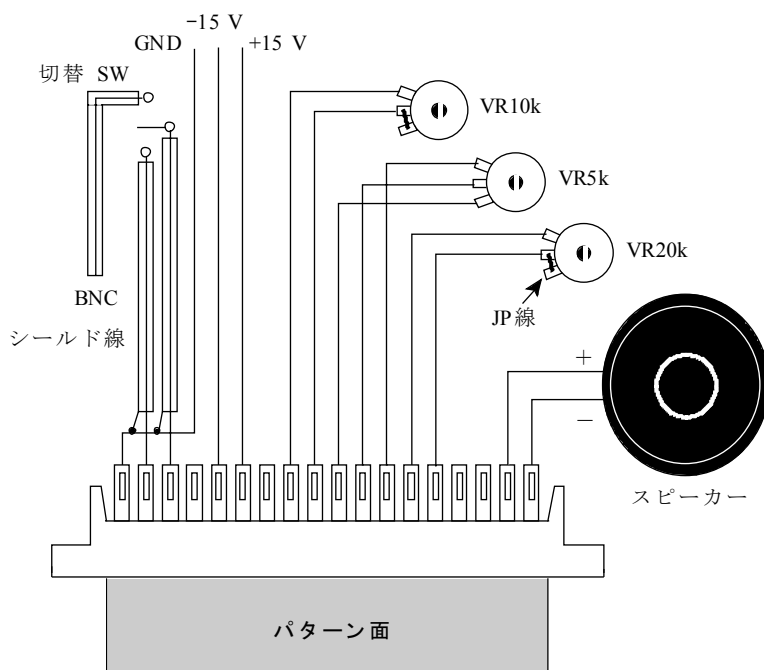
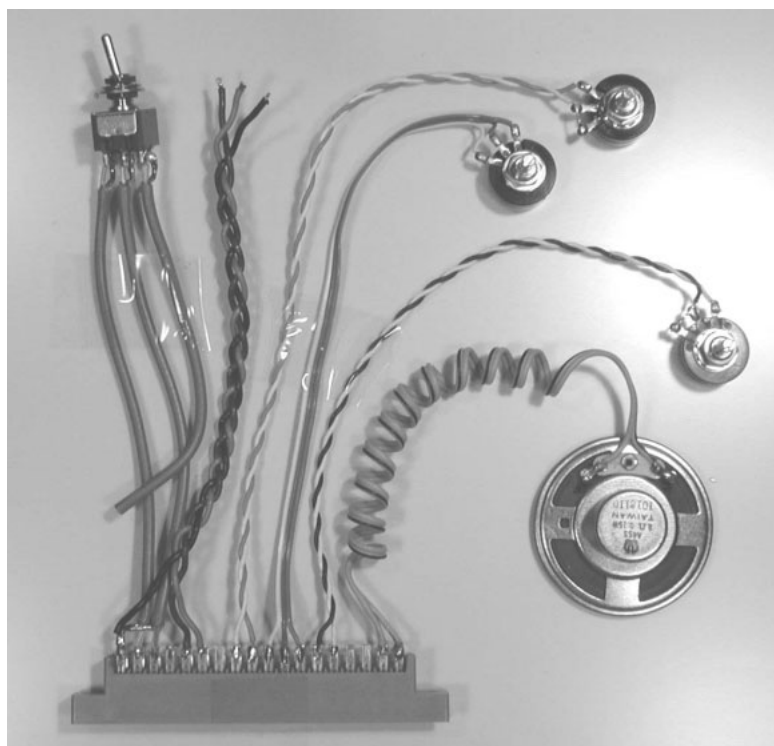

図12 コネクタ配線図
図13 コネクタ実体配線図
- ① 図12のコネクタ配線図、図13の実体配線図を参考にしてコネクタと部品の配線を行う。
- ② スイッチに接続するケーブルは、シールド線を使いシールド端子はGND端子に接続する。
- ③ 可変抵抗器の10kと20kは片側をジャンパー線を使って短絡させる必要があるので注意する。
- ④ スピーカー端子は、極性があるので注意する。